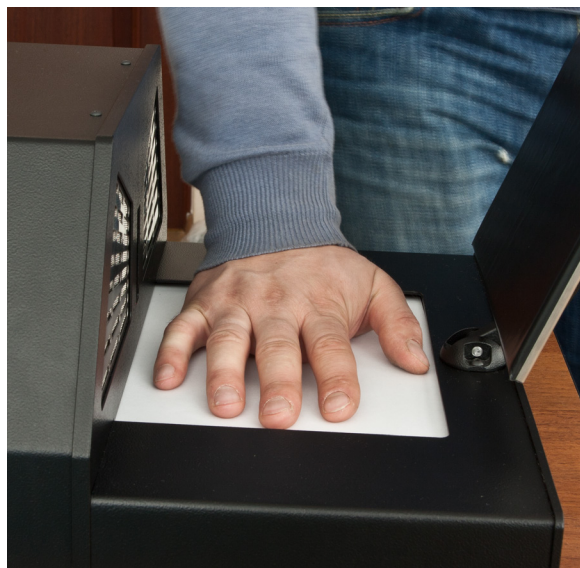

Рис. 10
**ВНИМАНИЕ!** Следите за оптимальным расположением руки на пробоотборной пластине (Рис. 10, стр. 14). Рука должна располагаться так, чтобы ладонь и пальцы руки полностью находились на пробоотборной пластине.